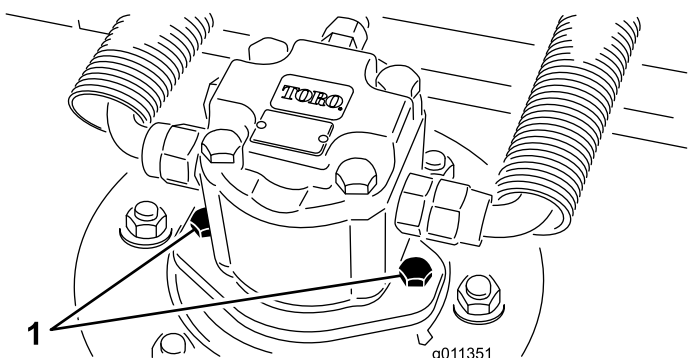

Рисунок 124
2. Отсоедините и снимите гидромотор с режущего блока (Рисунок 124). Накройте верхнюю часть шпинделя для предотвращения загрязнения.
3. Установите гидромотор на режущий блок (Рисунок 124). Убедитесь, что уплотнительное кольцо находится в штатном положении и не повреждено.